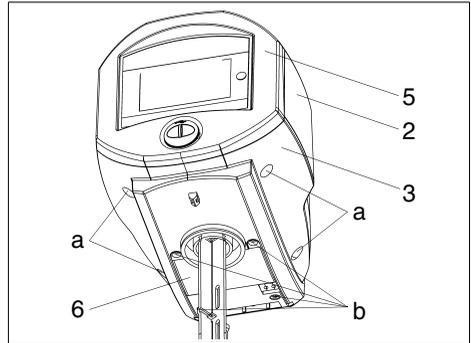
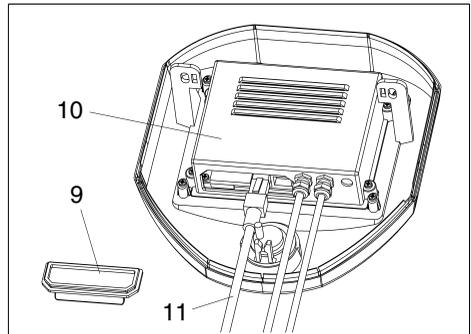

Abb. 25: i-dos Gehäuseteile
Abb. 26: LAN-Buchse am TFT I/O-Modul
- 4 Befestigungsschrauben (a) der Abdeckhaube von unten lösen (siehe Abb. 25). Die Schrauben verbleiben im Pumpenträger (3). Frontteil (5) der Verkleidung leicht nach vorne kippen und Abdeckhaube (2) abnehmen.
- 4 Befestigungsschrauben (b) des Rückteils (6) lösen (siehe Abb. 25). Rückteil abnehmen.
- Frontteil (5) vorsichtig nach vorne abnehmen.
- Grauen Verschlussstopfen (9) an der Unterseite des TFT I/O-Moduls (10) abziehen (siehe Abb. 26).
- LAN-Kabel (11) in die LAN-Buchse des TFT I/O-Moduls einstecken (siehe Abb. 26).